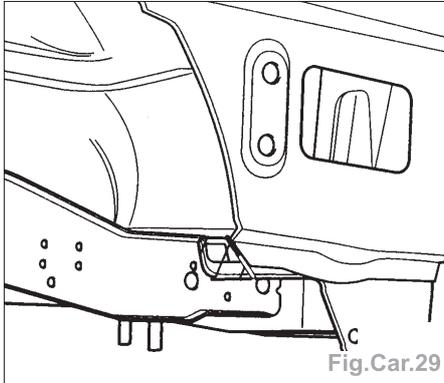

Fig.Car.29
Nota : La découpe de la pièce de rechange ayant été modifiée, il est nécessaire de raccourcir de 2 cm le flasque de tôle qui dépasse (Fig.Car.29).
- Nota :** La découpe de la pièce de rechange ayant été modifiée, il est nécessaire de raccourcir de 2 cm le flasque de tôle qui dépasse (Fig.Car.29).
Nota : La découpe de la Pièce de rechange ayant été modifiée, il est nécessaire de raccourcir de 2 cm le flasque de tôle qui dépasse (Fig.Car.29).